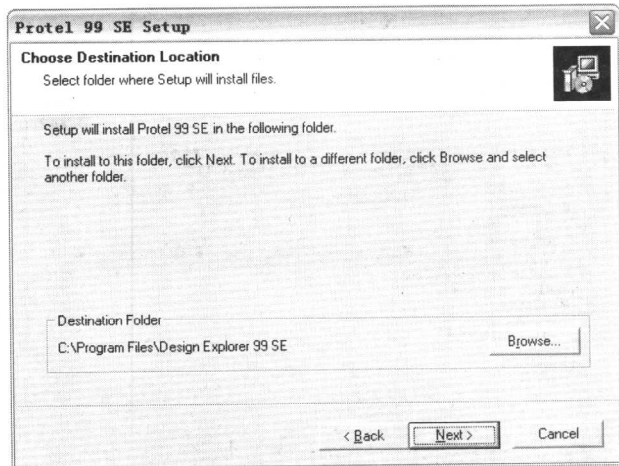

图 1-7 “Choose Destination Location”对话框
(8) 单击“Next”按钮，Windows 显示“Choose Destination Location (选择软件安装路径)”对话框，如图 1-7 所示。